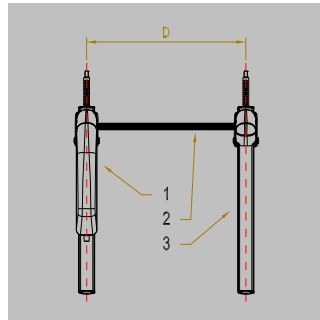

рис. 7
- E. Установите опорный кронштейн двигателя на профиль привода, правильно вставив зажимные винты в гнездо профиля и размещение его в хвостовой части привода (рис. 7).
F. профиль и размещение его в хвостовой части привода (рис. 7).